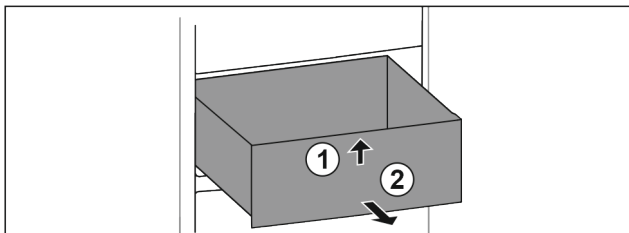

Fig. 41
- ▶ Lade aan de voorkant optillen. Fig. 41 (1)
- ▶ Lade naar voren toe verwijderen. Fig. 41 (2)